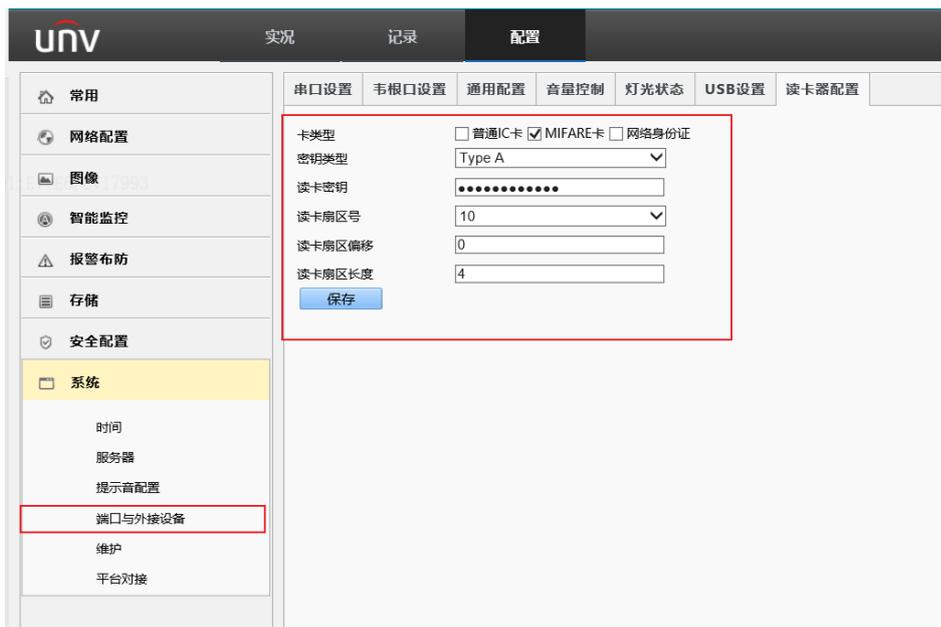

图4.2-4 门禁web设置
6. 若要使门禁内置读卡器实现读加密卡开门功能，进入<系统>--<端口与外接设备>--<读卡器配置>，勾选 MIFARE 卡（普通 IC 卡和 MIFARE 卡只能选择一个），将密钥类型、读卡密钥、读卡扇区号、读卡扇区偏移、读卡扇区长度参数编辑完成，点击写入，随后再添加人员，如图 4.2-4 所示。